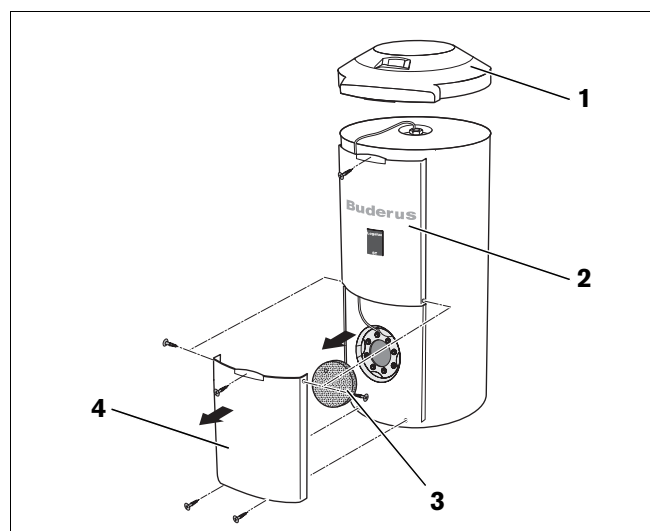
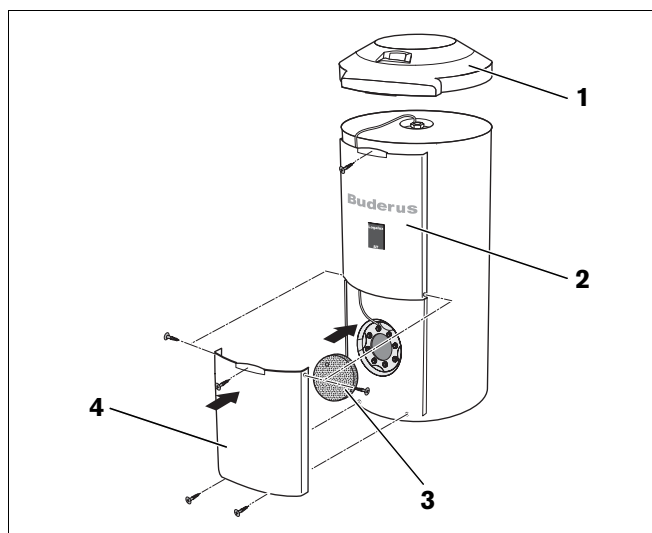

Fig. 10 Démontez l'habillage
Fig. 15 Monter l'habillage
- Retirer le couvercle de l'habillage (fig. 10, **pos. 1**).
- Retirer le canal d'habillage supérieur de la barre profilée (fig. 10, **pos. 2**) en dévissant trois vis (en haut et sur le côté).
- Retirer le canal d'habillage inférieur (fig. 10, **pos. 4**) avec l'isolation thermique du couvercle de la trappe de visite (fig. 10, **pos. 3**) de la barre profilée en dévissant trois vis du milieu (en haut et en bas).
- Glisser le canal d'habillage inférieur (fig. 15, **pos. 4**) avec l'isolation thermique pour le couvercle de la trappe de visite (fig. 10, **pos. 3**) dans la barre profilée et visser à l'aide de trois vis (au centre et en bas).
- Glisser le canal d'habillage supérieur (fig. 10, **pos. 2**) dans la barre profilée et visser à l'aide de trois vis (en haut et sur le côté).
- Remettre l'élément d'isolation thermique et le couvercle de l'habillage (fig. 10, **pos. 1**) sur le préparateur.